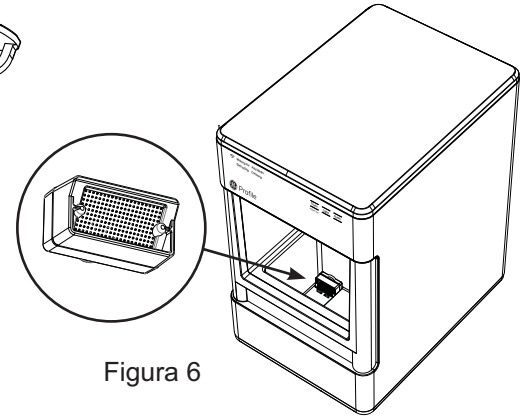

Figura 6
- Desinstale todos los filtros accesorios y vuelva a colocar la malla incluida con la unidad. (Figura 6)